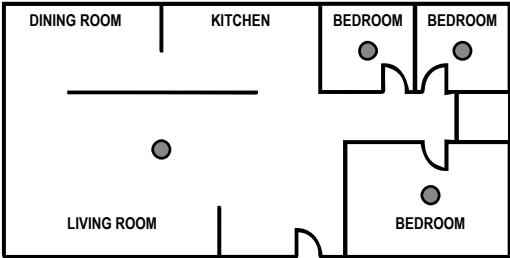
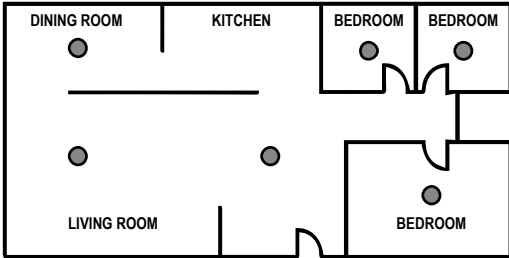

Fig. 1
Fig. 2
- Installare un rilevatore di fumo in ogni stanza separata da una porta e nelle vie di fuga, ad eccezione della cucina, come mostrato nella Fig. 1 e nella Fig. 2.
- Install a smoke detector in each room separated by a door and in the escape routes, except the kitchen, as shown in Fig. 1 and Fig. 2.
- Installez un détecteur de fumée dans chaque pièce séparée par une porte et dans les issues de secours, à l'exception de la cuisine, comme illustré à la Fig. 1 et à la Fig. 2.